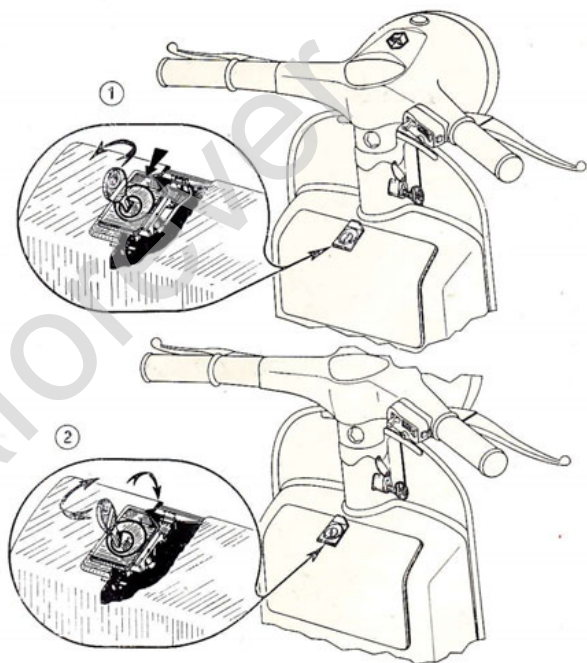

Fig. 4 - Serratura antifurto del bauletto
2. Serratura bauletto	Per aprire il portello del bauletto introdurre la chiave nella serratura e ruotarla verso sinistra, a fine corsa; quindi premere in basso il quadretto esterno della serratura (fig. 4). Per chiudere, agire sullo sportello fino a far scattare la serratura contro l'apposita battuta del bauletto; quindi ruotare la chiave a destra ed estrarla.